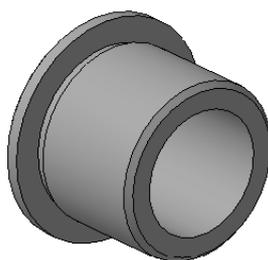
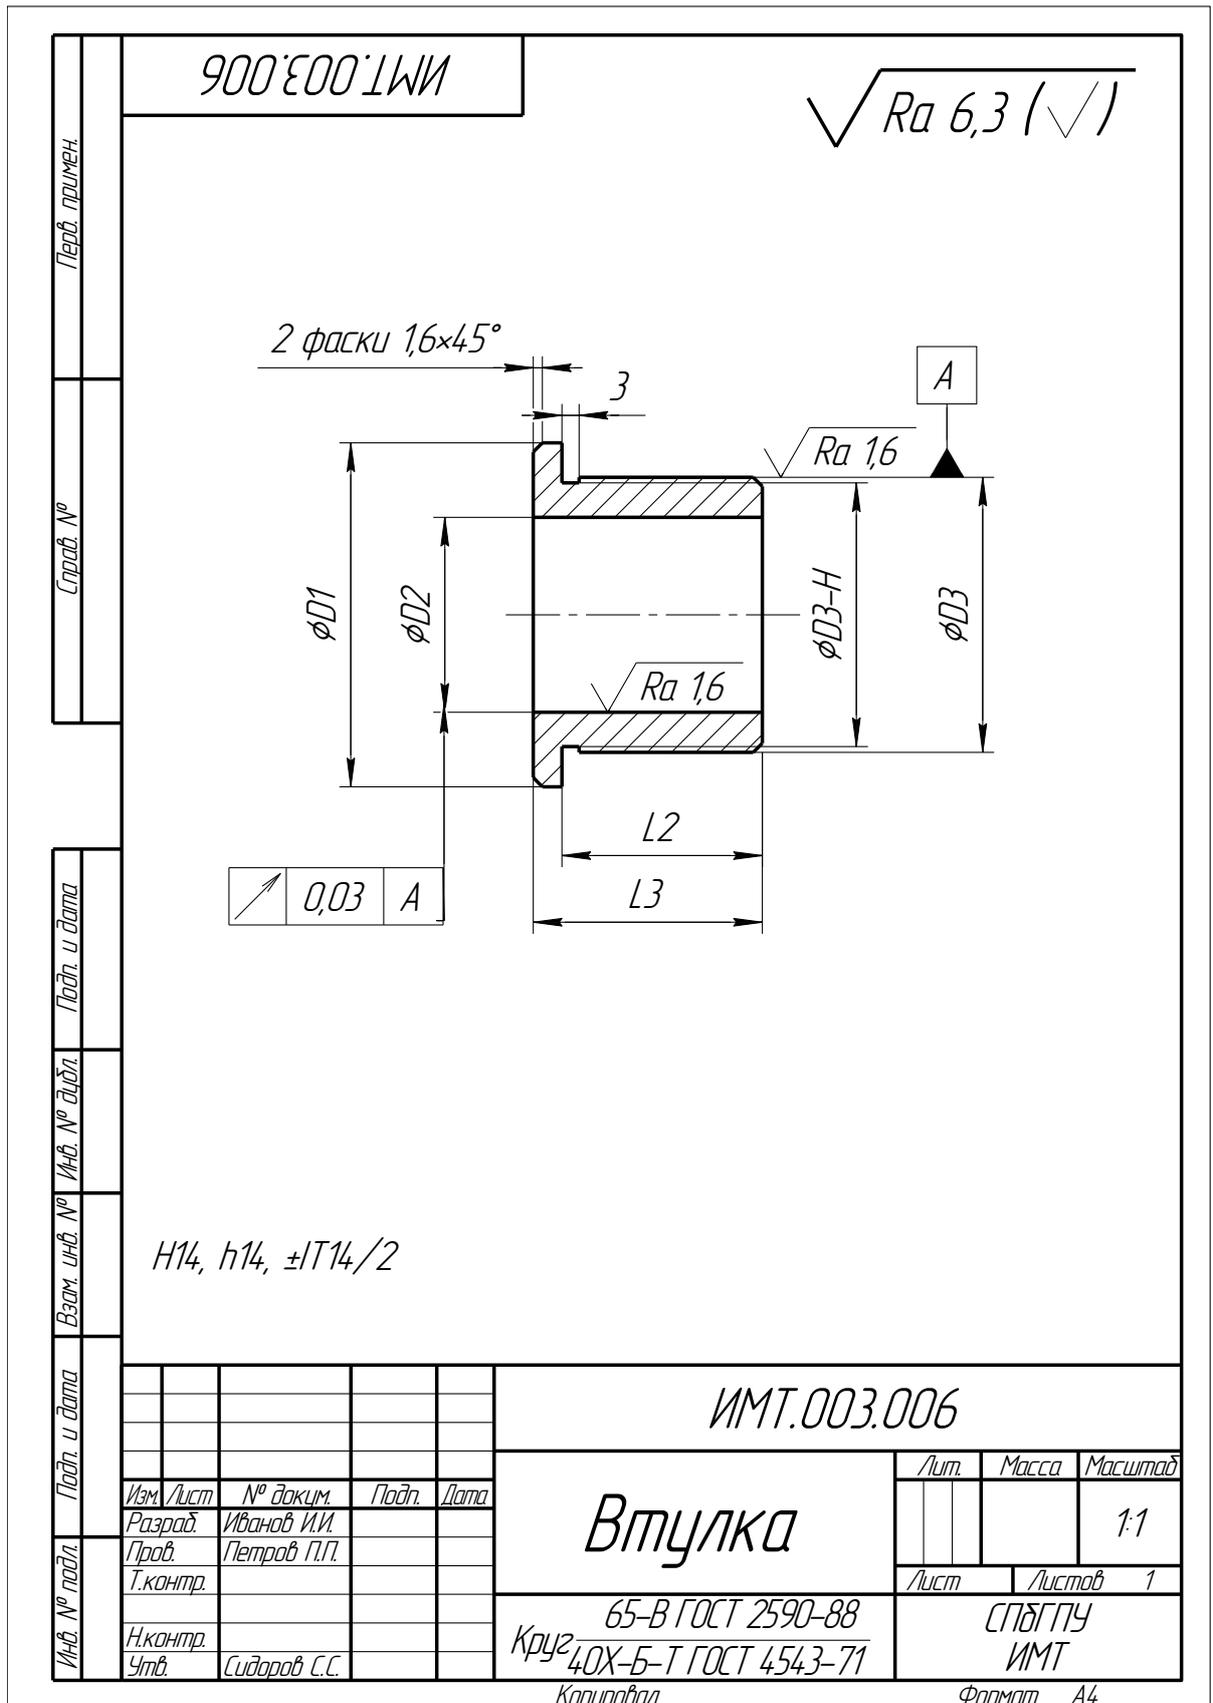

Рис. 15.2. Модель детали “Втулка”
Рис. 15.3. Чертеж детали “Втулка”
1. Создать 3D-модель (рис. 15.2) и чертеж детали «Втулка» (рис.15.3), в соответствии с вариантом;
В соответствии с заданием, необходимо создать технологический процесс для детали «Втулка» (рис. 15.2 и 15.3). Выполнение задания рассматривается для варианта 1.
Для изготовления втулки, (рис.15.3) с определенными конструктивными элементами может рекомендоваться следующий процесс обработки.